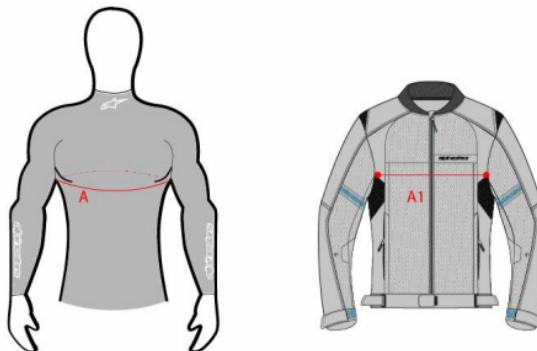

Figure 22 : Références pour les emplacements du tour de poitrine (A) et de la largeur de poitrine du vêtement (A1)
AVERTISSEMENT ! Le Tech-Air® Off-Road doit être porté avec tout vêtement extérieur répondant aux critères suivants : mesurer le tour de poitrine (A) et la largeur du vêtement au niveau de la poitrine (A1). Le vêtement est compatible avec le système Tech-Air® Off-Road si A1 est supérieur à A divisé par 2 plus 12 cm ($A1 > 0,5 \times A + 16 \text{ cm}$ ou $A1 > 0,5 \times A + 6,30 \text{ in}$) (voir figure 22 ci-dessous).